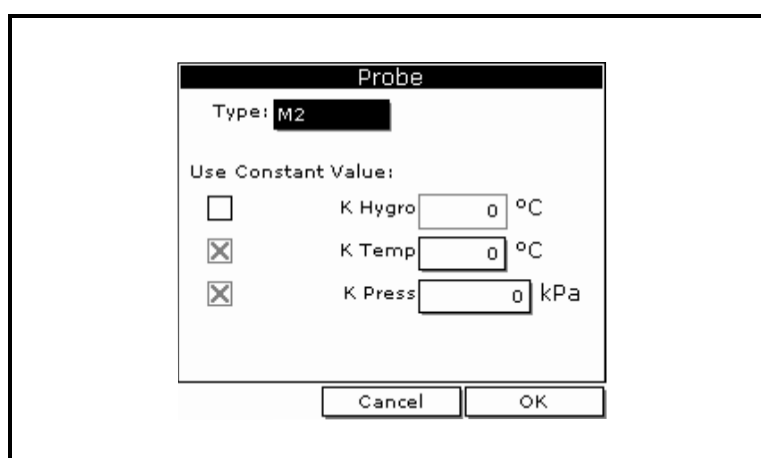

图 1-3 : Probe (探针) 窗口
3. 使用方向键滚动至 Probe (探针)，然后按 [ENTER] (进入)。将出现类似于下图 1-3 的屏幕。